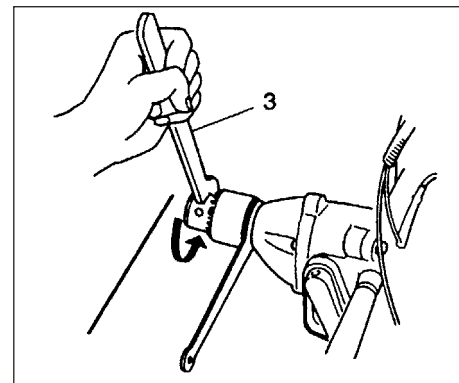

Fig. 2-7
- la utiliser la clé plate de mont de caresse (3) au lieu de la poignée de caresse et resserre ou untighten manuellement au lieu de frapper. Ne pas frapper la clé plate de mont de caresse. (La fig. 2-7, 7B)